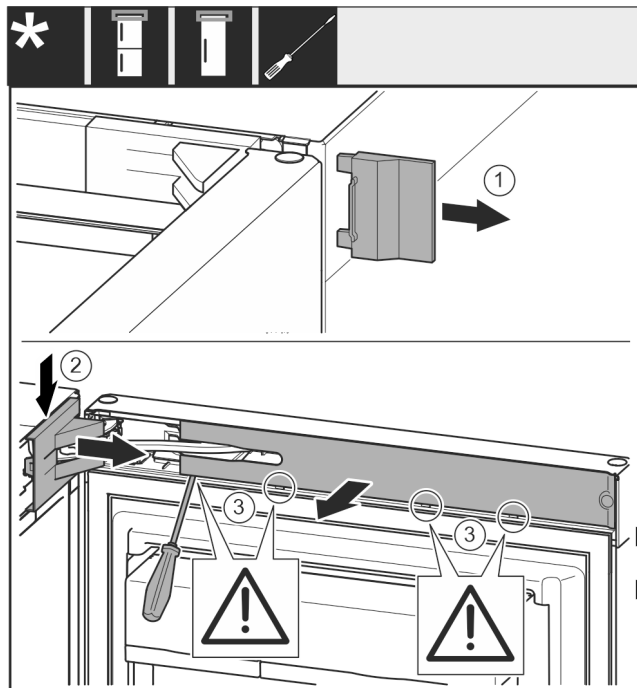

Fig. 5
- Zdjąć zewnętrzną osłonę. Fig. 5 (1)
- Wyczepić i poluzować osłonę płytki zawiasu. Zdjąć osłonę płytki zawiasu. Fig. 5 (2)
- Przy pomocy śrubokręta wyczepić zaślepkę i odchylić w bok. Fig. 5 (3)